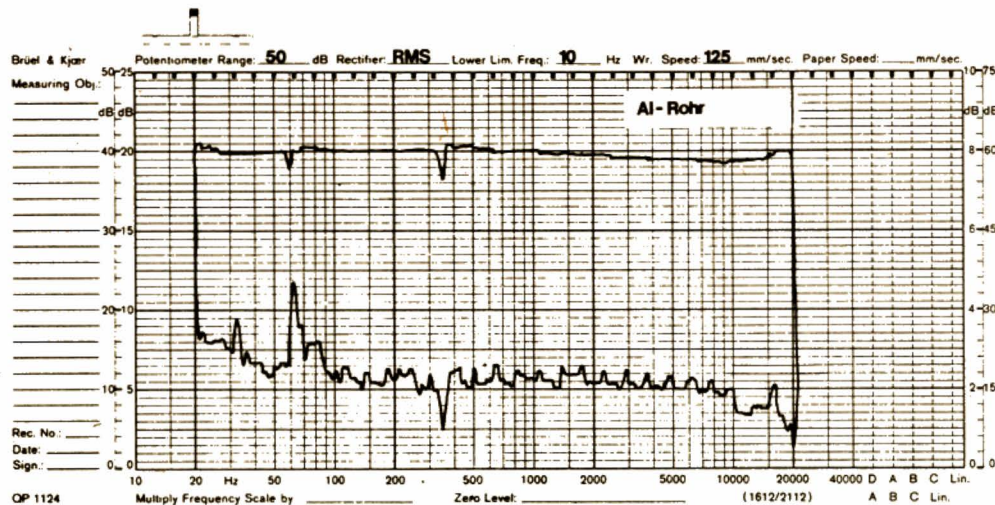

Fig. 6
bas (figures 6, 7 et 8).
Fig. 6, 7 et 8. - Courbes de réponse et de résonances parasites d'un bras en aluminium (6), d'un bras en fibres de carbone (7) et d'un bras en alliage XM 300 (8).